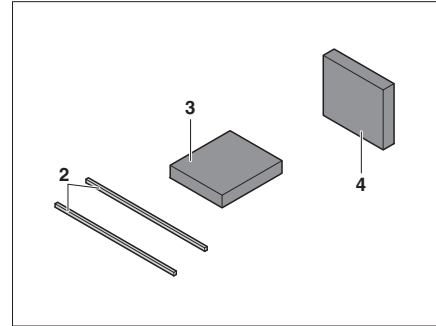

Bild 114 Zusatzpolster
- Zusatzpolster (Bild 114,3) auf die Sitzbankverlängerung auflegen.
- Zusatzpolster (Bild 114,4) als Rückenlehne einsetzen.